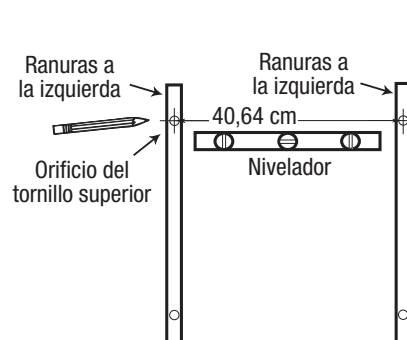

Figura 1
**Paso 2:** Marque la ubicación del orificio del tornillo superior del riel derecho de 40,64 cm, a la derecha de la primera marca. Utilice un nivelador para asegurarse de que los rieles estarán a la misma altura. **Figura 1.**